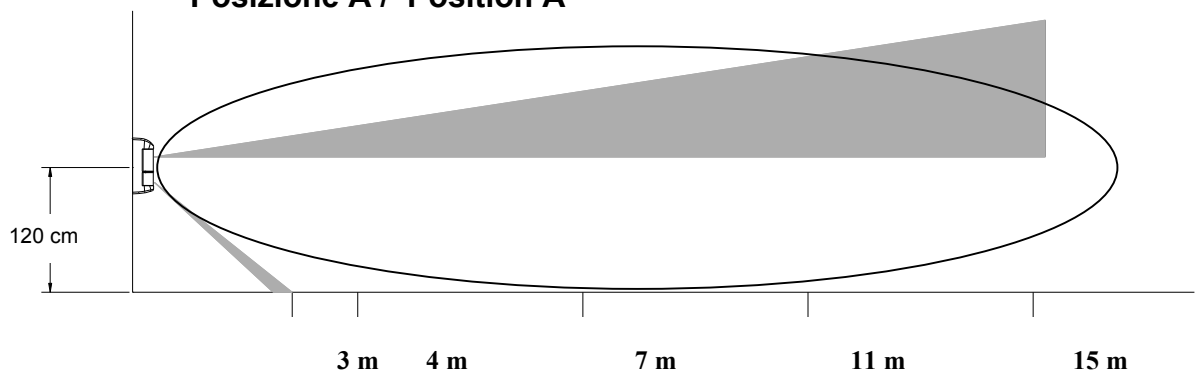
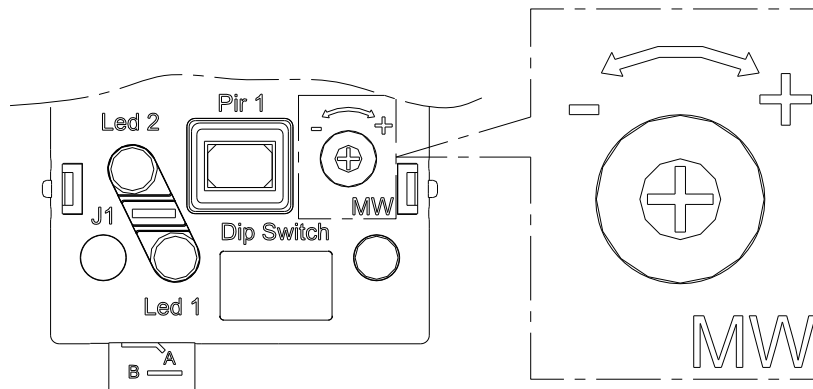

Fig 13
fig.14
- Effettuare le regolazioni del sensore agendo sul pomello di regolazione del PIR 2 (inferiore), basandosi sul grafico (fig.12 e fig.13) usando il trimmer di regolazione della sensibilità della MW (fig 14).
- Lift up or take down the PIR 2 (lower) using the adjusting knob to choose the protected area as shown in fig 12 and fig13
Rotate the trimmer to adjust the MW sensibility.(see fig 14)